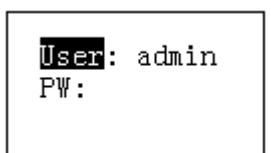

Figura 2-1
- 2) Pulse el botón [ENTRAR] (ENTER) o [CONFIGURAR] (SETUP) para acceder a la siguiente interfaz. Vea la Figura 2-1.